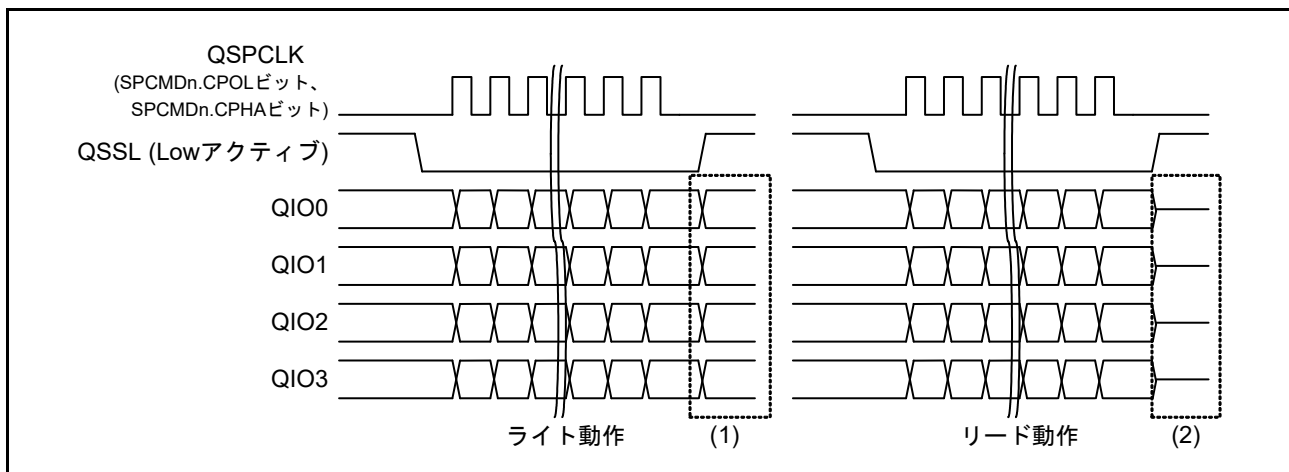

図 41.17 Dual/Quad-SPI モード転送終了後の端子状態 (Quad-SPI の例) (n = 0 ~ 3)
Quad-SPI モードを例としたアクセス終了後の端子状態を図 41.17 に示します。図中 (1)、(2) について以下に説明します。
- (1) ライト時 QIO0 ~ QIO3 は出力であるため、ライト動作終了後に QSSL がネゲートされると、SPPCR.MOIFE ビットの設定により出力値を変化させます。SPPCR.MOIFE ビットが“1”の場合、SPPCR.MOIFV ビットに設定された値を出力し、SPPCR.MOIFE ビットが“0”の場合は最終出力データの値を出力します。
- (2) リード時 QIO0 ~ QIO3 は入力であるため、リード動作終了後は QSSL がネゲートされると、SPPCR.MOIFE ビットおよび SPPCR.MOIFV ビットの値に関わらず Hi-Z となります。なお、Dual/Quad-SPI モードのリード動作は、受信バッファに受信データ長の空きがある限り受信動作を実行します。リード動作を終了させるためには、必要なデータ長を受信した後、SPCR.SPE ビットを“0”にするか、最後のコマンドをライト動作として、送信バッファを空にしてください。